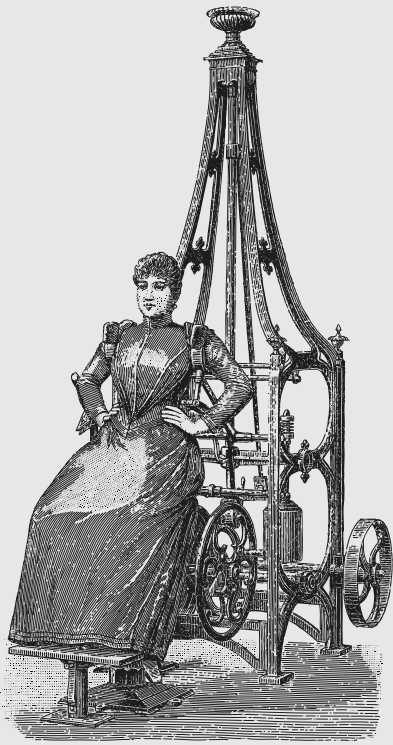

图 1：健身器械在吸引力和用户交互性方面已有所发展，但其机械功能在许多情况下基本上不变。
**使**用健身器械至少可追溯到工业革命时代。自那时开始，这些器械在成熟性方面发展为包括电子显示屏，以便提供阻力水平、速度和心率等关键指标（图 1）。它们旨在强调力量（如举重器械）或有氧运动（如健身房桨手和跑步机）。虽然在举重器械中可以选择重量，而且可在健身房桨手中调整阻力，但运动反力类型（机械阻抗）始终相同。